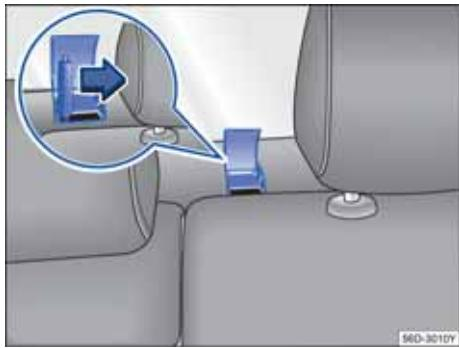

图 218 后排座椅应急解锁机构
- 打开后排座椅后方的应急解锁机构饰盖，翻开汽车的遥控钥匙，将钥匙头竖直插入应急解锁机构中，按图示方向拨动开启锁止机构。⇒ 图 218